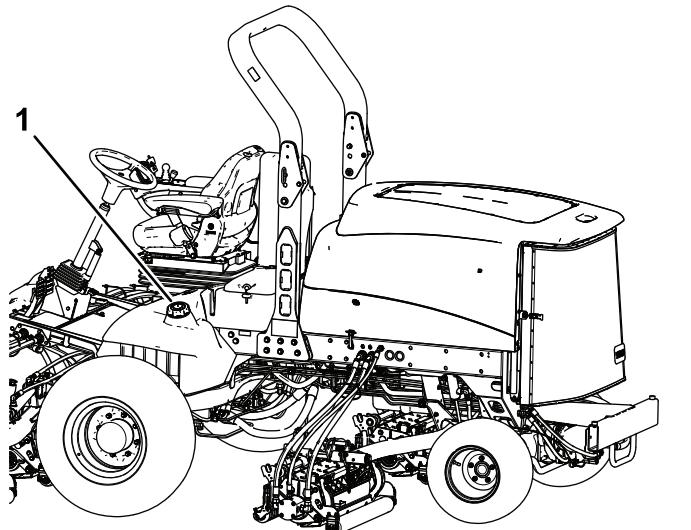

Figura 33
3. Togliete il tappo dal serbatoio carburante (Figura 33).